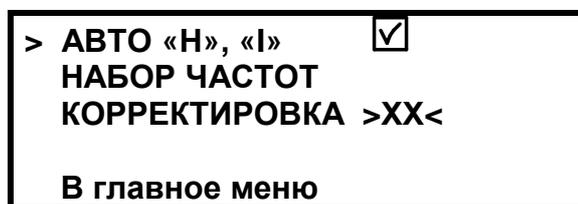

Рисунок 3.3 – Подменю «ИЗМЕРЕНИЯ»
3.3 В подменю «ИЗМЕРЕНИЯ» (см. рис. 3.3):
- в опции «НАБОР ЧАСТОТ» - установка частот для оперативного выбора при работе (см. рис. 3.3а). Частоты, которые могут быть доступны, указываются курсором «». Внесение и исключение частоты из списка доступных кнопкой «Н», выход из опции кнопкой «МЕНЮ». При работе приёмника выбор частот будет происходить только из числа доступных.
Рисунок 3.3а - Опция «НАБОР ЧАСТОТ»